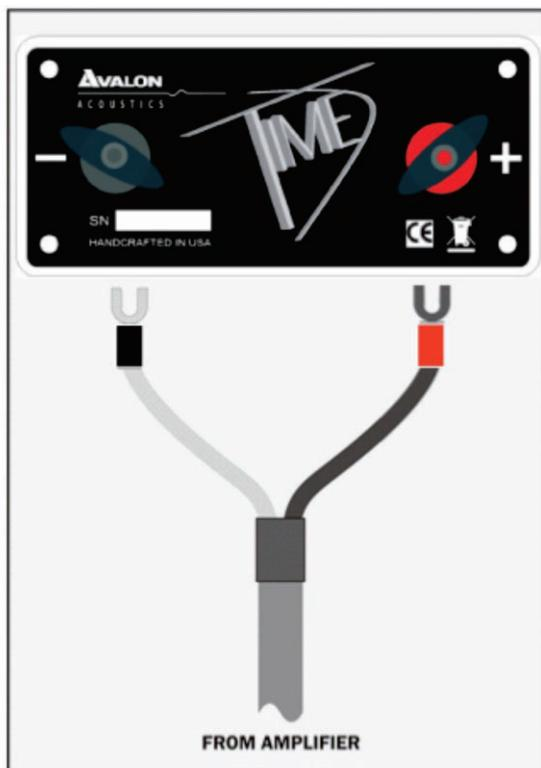

図 4.1 スピーカーとアンプをスタンダード（シングル）ワイヤリングで接続したところを、後から見た場合。プラス / マイナス極が正しくつながれているかを、確かめてください。
2. スピーカーケーブルをスピーカーの底部にあるターミナルブロックに接続します。（図 4.1 参照）プラス / マイナス極が正しくつながれていることを、確かめてください。